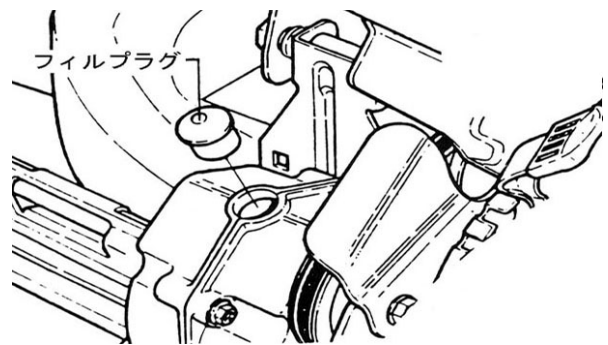

図5-2
② ディファレンシャルギア(デフ)のケース内のグリスの量の点検
1. フィルプラグを抜き取ります。(図5-2)